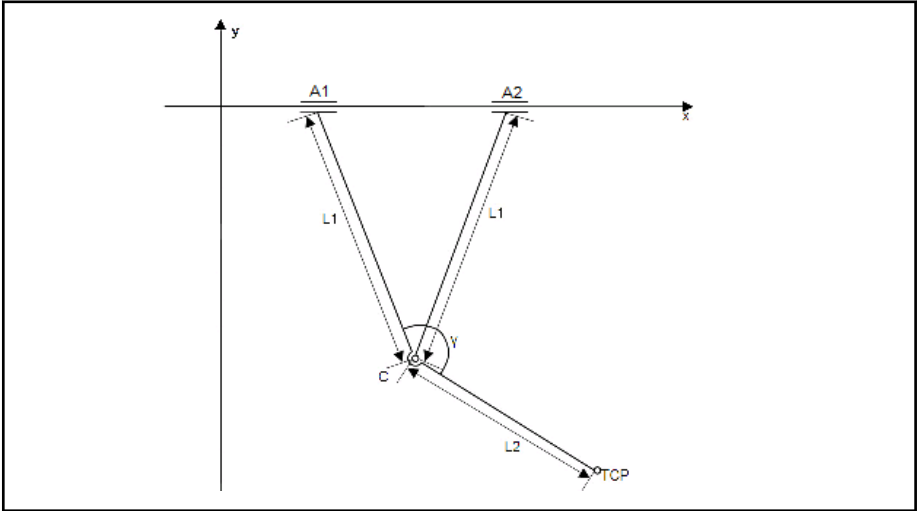

Abb. 4-46: Schematische Ansicht 2-Achs-Delta Slide
- Abb. 4-46 "Schematische Ansicht 2-Achs-Delta Slide" auf Seite 156 zeigt